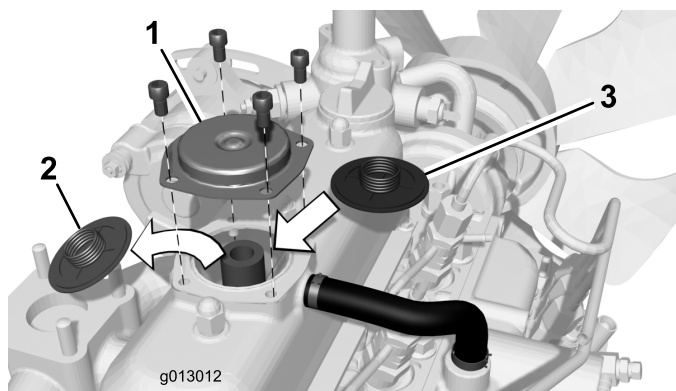

Bild 1
3. Entfernen Sie ggf. Schmutz von der Entlüfterabdeckung an der Ventilabdeckung (Bild 1).
4. Entfernen Sie alle vier Schrauben, mit denen die Entlüfterabdeckung an der Ventilabdeckung befestigt ist (Bild 1). Entfernen Sie die Entlüfterabdeckung.
- Wichtig: Entfernen Sie Schmutz und Rückstände vom vorhandenen Entlüfterventil, bevor Sie es von der Öffnung in der Ventilabdeckung entfernen, um eine Verunreinigung des Motors zu vermeiden (Bild 1).**
5. Entfernen Sie das vorhandene Entlüfterventil von der Öffnung in der Ventilabdeckung (Bild 1).